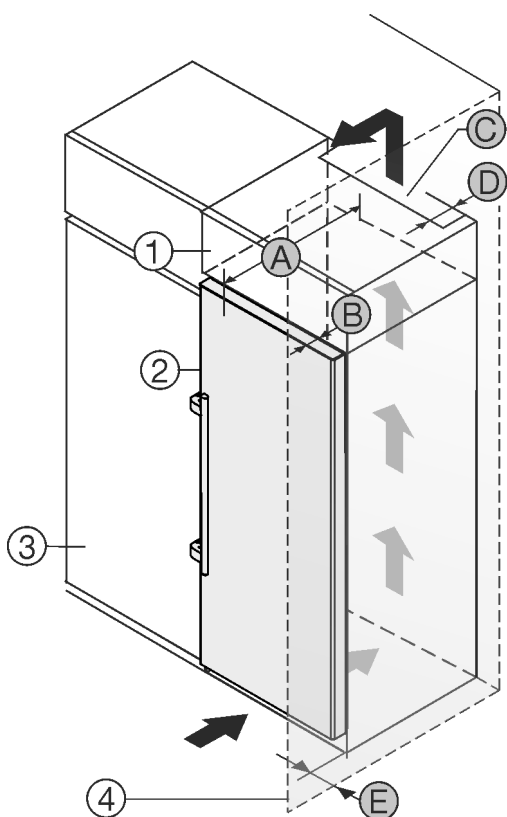

Fig. 2
Puteți amplasa aparatul direct lângă dulapul de bucătărie Fig. 2 (3).\*
În partea din spate a dulapului suspendat trebuie să existe o fantă de aerisire cu grosimea Fig. 2 (D) pe toată lățimea dulapului suspendat.\*
Sub tavanul încăperii trebuie să fie respectată secțiunea de ventilație Fig. 2 (C).\*
Atunci când montați aparatul cu balamalele lângă un perete Fig. 2 (4), distanța dintre aparat și perete trebuie să fie de minim 57 mm . Această valoare corespunde proeminenței mânerului cu ușa deschisă.\*
Astfel încât să puteți deschide complet ușa, aparatul trebuie să fie proeminent cu cel puțin adâncimea ușii Fig. 2 (B) față de suprafața frontală a dulapului de bucătărie. În funcție de adâncimea dulapurilor de bucătărie Fig. 2 (3) și utilizarea distanțierelor de perete, aparatul poate ieși mai mult în afară.\*